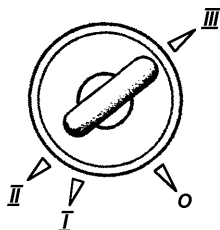

Рис. 3.4. Положение ключа в выключателе зажигания (наименование позиций см. в тексте)
**33 -выключатель зажигания** (УАЗ-315148 - выключатель пуска двигателя) (рис. 3.4). Выключатель замка зажигания закреплен на рулевой колонке болтами с отрывной головкой для предотвращения демонтажа замка зажигания с противоугонным устройством обычными ключами. На заводе головки болтов не отрываются с целью сохранения возможности снятия замка с рулевой колонки в предпродажный период. Потребитель должен сам принять решение о необходимости отрыва головок болтов.